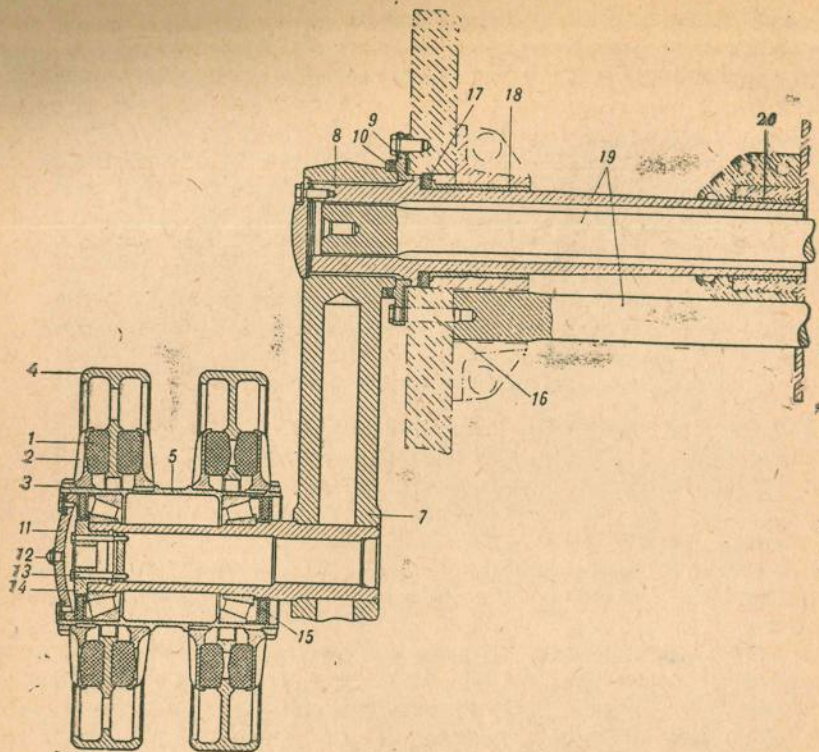

Рис. 44. Нижняя подвеска
(рис. 44—48)
2. Отвернуть два болта крышки 11 (рис. 44) нижнего катка, снять стопорные планки и фибровые прокладки.